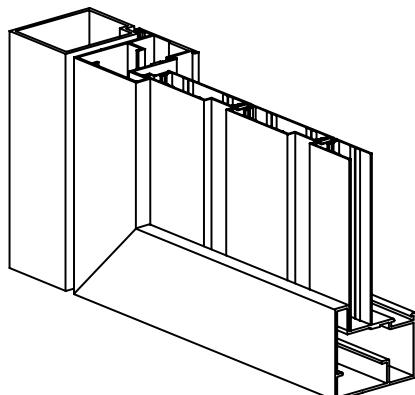

Рис. 7.6.2 – Калитка со встроенным монтажем, направлением открывания вправо, вправо с вертикальным встроенным сплошным заполнением алюминиевыми профилями:
- калитки с открытием вправо (рис. 7.6.2, 7.6.4, 7.6.7).